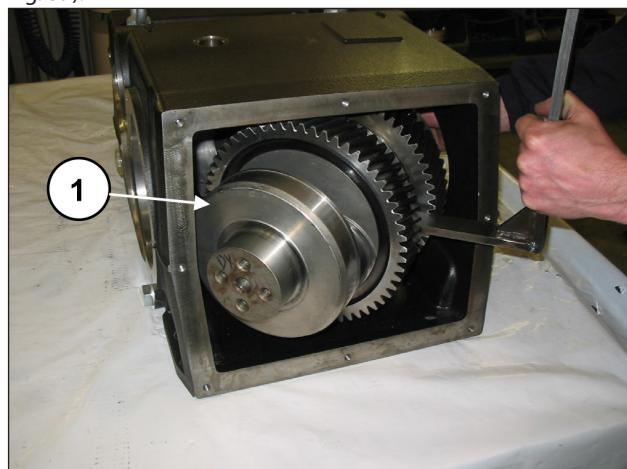

Fig. 39
Dégager le vilebrequin par l'arrière du carter (rep. ① rep. ①, Fig. 39).